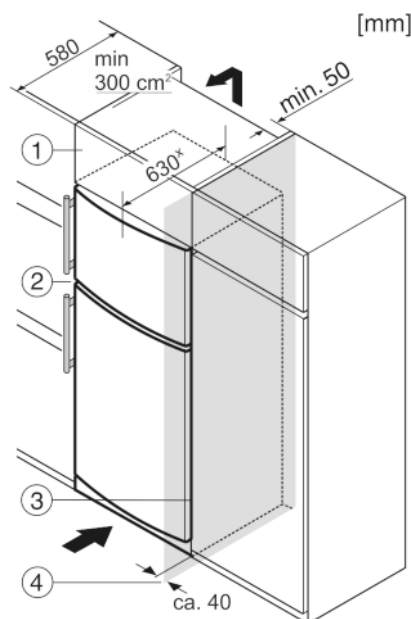

Fig. 10
Устройство может быть окружено кухонными шкафами. Чтобы уравнять устройство *Fig. 10 (2)* по высоте с кухонной стенкой, можно установить над устройством дополнительный шкафчик *Fig. 10 (1)*.
При комбинировании с кухонными шкафами (глубина макс. 580 мм) устройство можно установить непосредственно рядом с кухонным шкафом *Fig. 10 (3)*. Устройство выступает сбоку на 34 мм \* и по центру на 50 мм \* относительно передней стенки кухонного шкафа.
Если устройство установлено на шарнирах у стены *Fig. 10 (4)*, то расстояние между устройством и стеной должно быть не менее 40 мм. Настолько выступает ручка при открытой дверце.